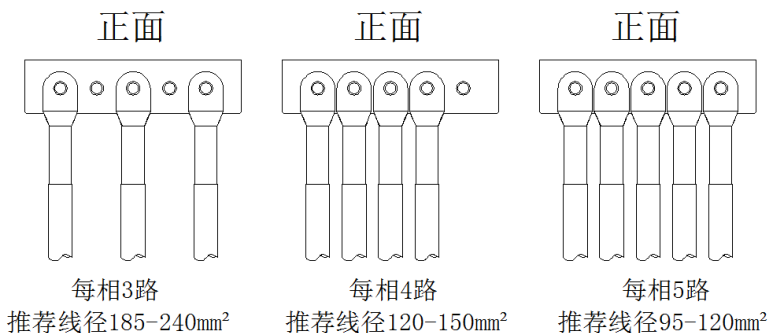

图3-15 CPS SCA630/500KTL-H交流接线示意图
(5) 交流输出接线说明:
- e. 630/500kW机种。首先确认每相接线路数，选择合适的电缆线径，再参考图3-15所示的接法将接线端子固定于铜排上，并用扭矩扳手，以适合的扭力锁紧。